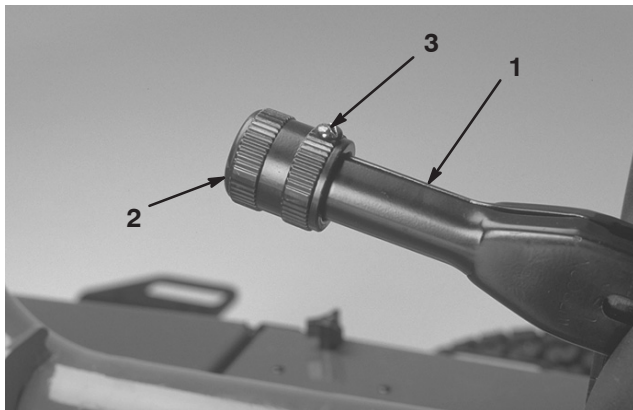

Figure 54
1. Desserrez la vis de fixation du bouton sur le levier du frein de stationnement (Fig. 54).